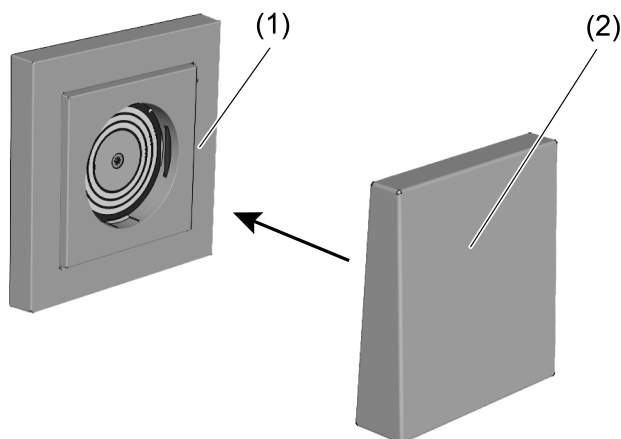

Figure 1: Montage de l'applique lumineuse
- Placer l'applique lumineuse (2) sur la prise montée (1) (Figure 1).